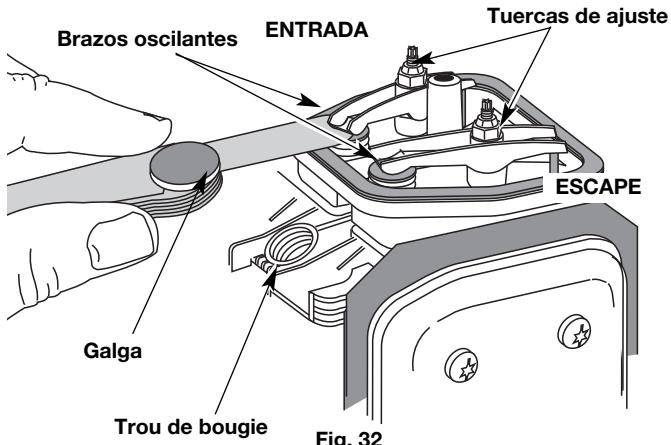

Fig. 32
- El pistón se encuentre en la parte superior de su recorrido mientras mira dentro del orificio de la bujía de encendido (Fig. 32).
7. Deslice la galga entre el brazo oscilante y el resorte de retorno de la válvula. Mida el hueco entre el vástago de la válvula y el brazo oscilante (Fig. 32). Realice esto en las válvulas de entrada y de escape.
El huelgo recomendado para las válvulas de entrada y de escape es 0,076 – 0,152 mm (0,003 – 0,006 pulgadas). Use un calibrador regular de automóvil de 0,127 mm (0,005 pulgadas). El calibrador debe deslizarse entre el balancín y el vástago de la válvula con una ligera cantidad de resistencia, sin doblarse (Fig. 32 y 33).
- a. Gire la tuerca de ajuste con una llave de 8 mm (5/16 pulgadas) o una guía de tuercas (Fig. 32).